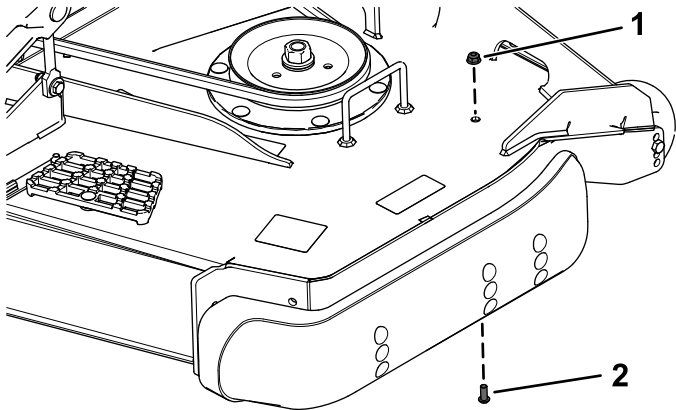

Figure 6
1. Retirez le boulon à tête ronde (5/16" x 3/4") et l'écrou à embase (5/16") sur le côté gauche du plateau de coupe (Figure 6).